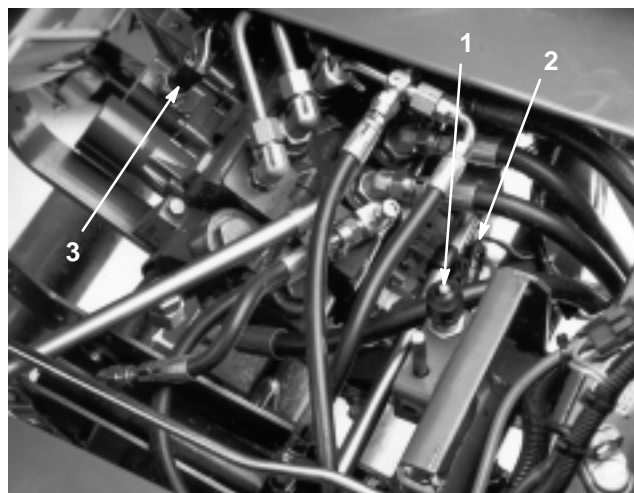

Figure 50
2. Enlevez la protection sur le bouton du contacteur (Fig. 50) et mettez-la de côté afin de la remettre sur le contacteur de rechange. Débranchez les connecteurs du contacteur.
2. Débranchez les connecteurs du contacteur de déplacement installé dans le couvercle sur la section du tiroir de sélection (Fig. 50).
2. Débranchez les connecteurs à l'extrémité du contacteur de tonte/relevage installé dans le couvercle du distributeur (Fig. 50).